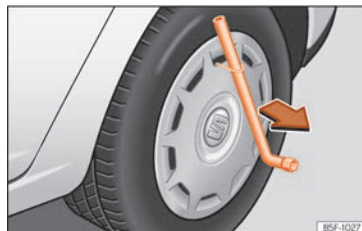

Fig. 67 Desmontar el tapacubos integral.
- Introduzca la llave para las ruedas en el gancho de alambre »» fig. 67 y tire del tapacubos en el sentido que indica la flecha.